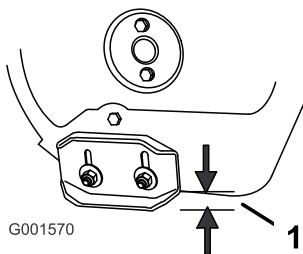

Figure 24
2. Desserrez les écrous qui fixent les deux patins aux côtés de la vis sans fin jusqu'à ce que les patins puissent coulisser aisément vers le haut et vers le bas (Figure 24).